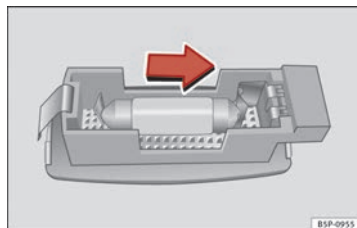

Fig. 207 Desmontaje de la luz del parasol.
- Retire la luz con cuidado, utilizando un destornillador por su parte plana, tal como indica la figura ⇒ fig. 207.
- Retire la lámpara moviéndola en el sentido de la flecha y hacia afuera ⇒ fig. 207. ■